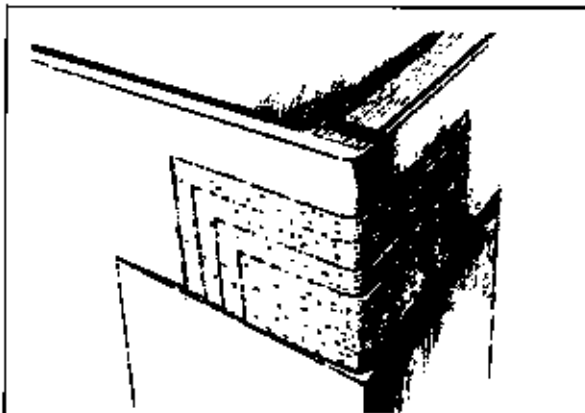

Abb. 4-10 Laminieren Sie die Spiegelkante über. Seiten und Spiegel werden an die Außenhautkontur angeglitten, nachdem das Laminat ausgehärtet ist.
- Der Sägeschnitt wird nun überlaminiert, um den Laminatverbund wiederherzustellen. Liegt die Trennlinie in der Spiegelkante, kann man die erforderliche Schäftung von 12:1 nicht herstellen. In diesem Fall muß das neue Verbindungslaminat über Eck auf die Oberfläche aufgetragen werden. Schleifen Sie das Laminat beiderseits der Spiegelkante an und legen Sie die Glaslagen um die Kante (Abb. 4-10). Auch wenn dieses Laminat etwas aufdickt, also nicht mit der Außenhaut völlig fluchtet, folgen Sie im weiteren den Arbeitsschritten des Kapitels 3. Das Spachteln und Schleifen erfolgt nach Abschnitt 8.4.5 und die Oberflächenbearbeitung nach Kapitel 2.